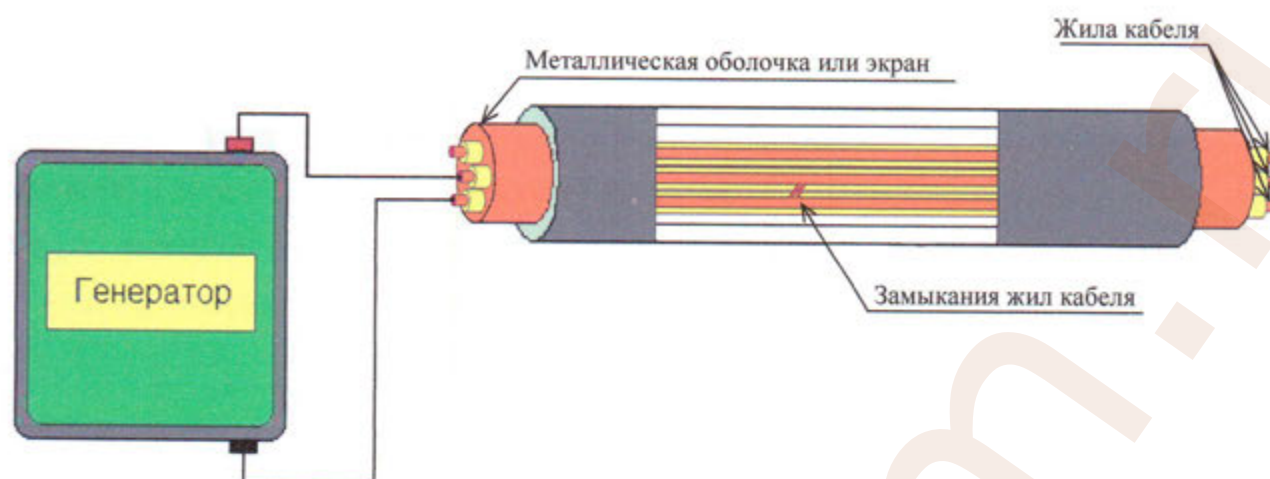

Рисунок 11 – Схема присоединения генератора к жилам кабеля (проведения поиска места замыкания жил кабеля)
5.3.3.1 Генератор присоединить к повреждённой паре жил (см. рисунок 11).